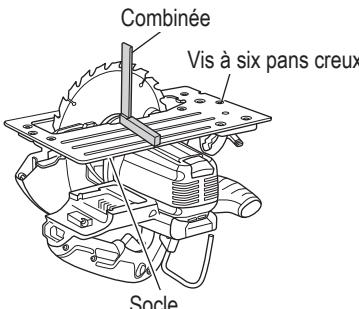

Fig. 35
6. Réglage du socle et de la lame de scie en vue de la perpendicularité (Fig. 35)
- (1) Tournez la base face vers le haut (Fig. 35) et desserrez le levier d'inclinaison.
- (2) Placer une équerre entre le socle et la lame de scie et déplacer la position du socle en tournant la vis à six pans creux avec une clé hexagonale de 3 mm de façon à obtenir un angle droit.